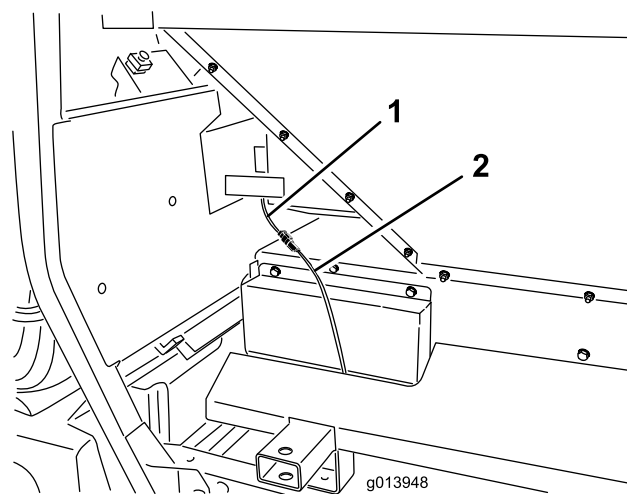
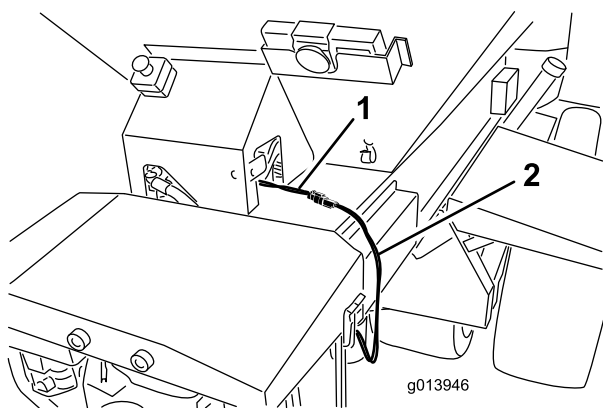

図 19
図 18
45. 中間ワイヤハーネスを、プロパスの電源ワイヤハーネスのコネクタに接続する（図 18 または 図 19）。